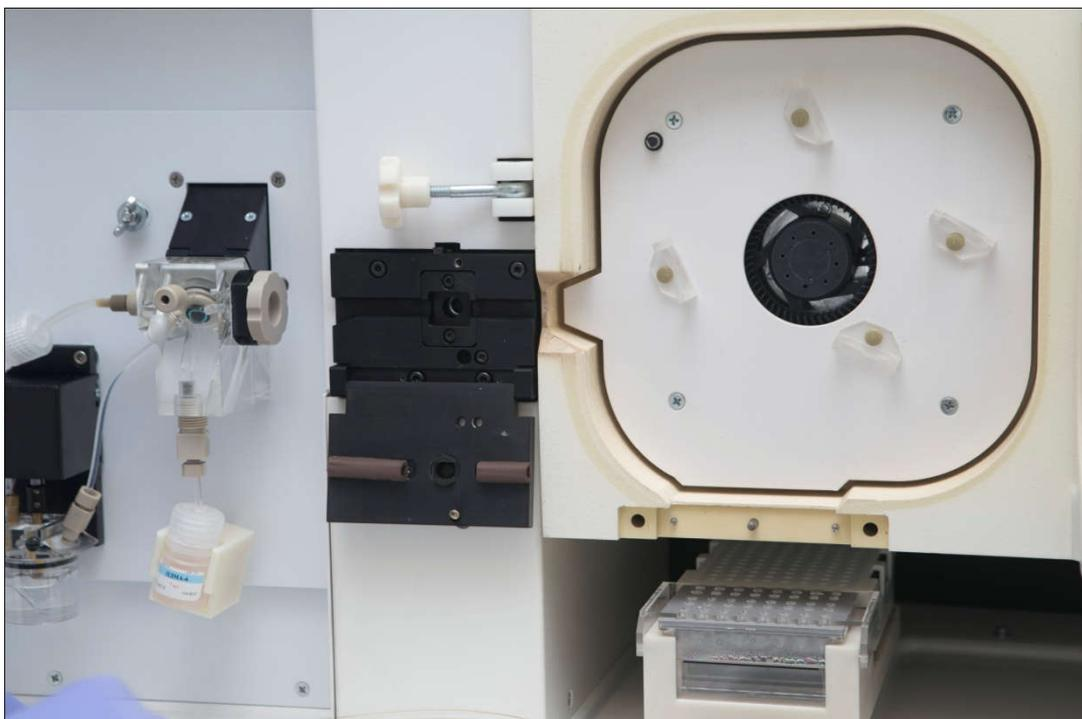

Рисунок 32. Вид внутренней части прибора без линейки капилляров
3. Линейка капилляров отсутствует в приборе, позиционер опущен. Открыть дверцу термостата и крышку детектора (рис.32).